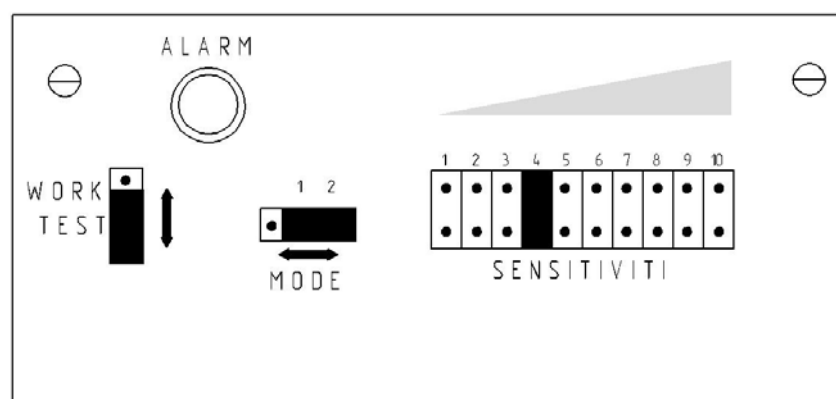

Рисунок 7.2 Органы настроек
- 7.2. Снять крышку приемника извещателя для доступа к органам настройки, расположенным в верхней части платы приемника рис.7.2.